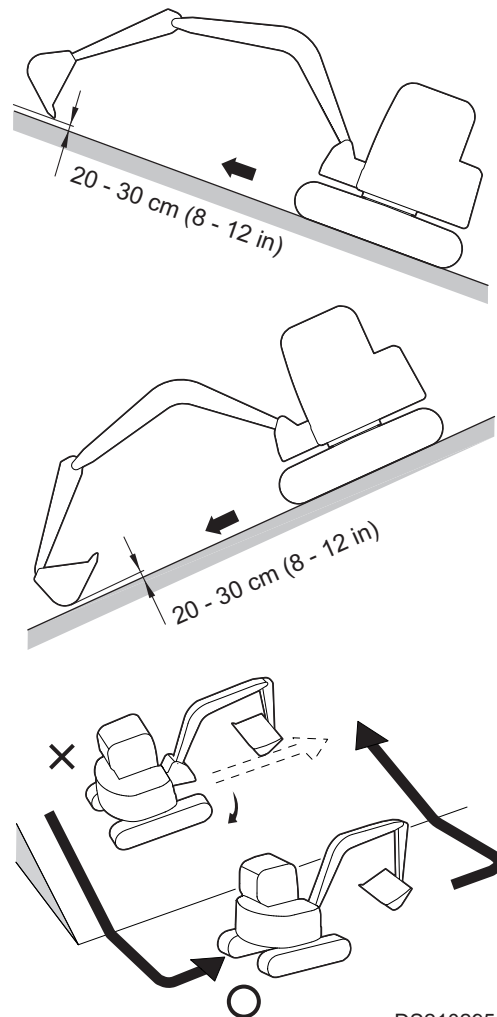

Figura 55
18. Si se usan accesorios opcionales de prolongación frontal (extensiones del mango de la cuchara), mecanismos pesados o accesorios frontales de gran rendimiento, el equilibrio de la máquina se vería alterado. Adopte las siguientes medidas de precaución adicionales. Consulte Figura 55.